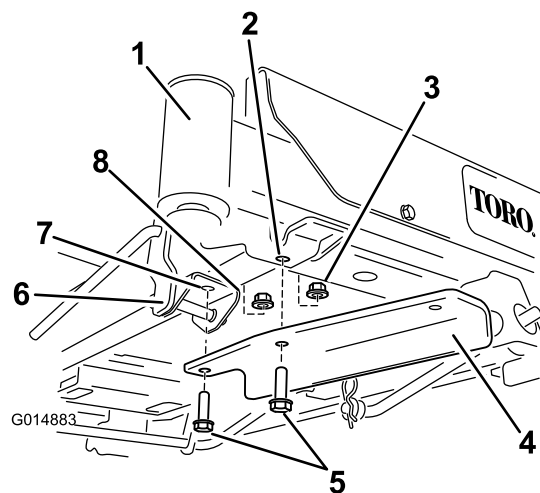

Figure 7
- Sur les machines avec pédale d'aide au levage, retirez les fixations avant du support de pédale et fixez le support à l'aide de 2 boulons et 2 contre-écrous (Figure 7).